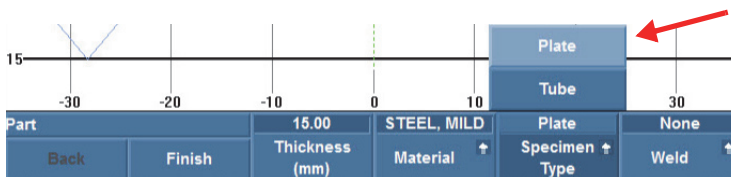

Рис. 2-1 Выбор Пластины в поле Тип образца
- Выберите **Пластина** в поле параметра **Тип образца** (см. Рис. 2-1 на стр. 24). Поскольку преобразователь имеет вогнутую форму, необходимо выбрать **Пластина** даже в случае сканирования выпуклой поверхности труб.